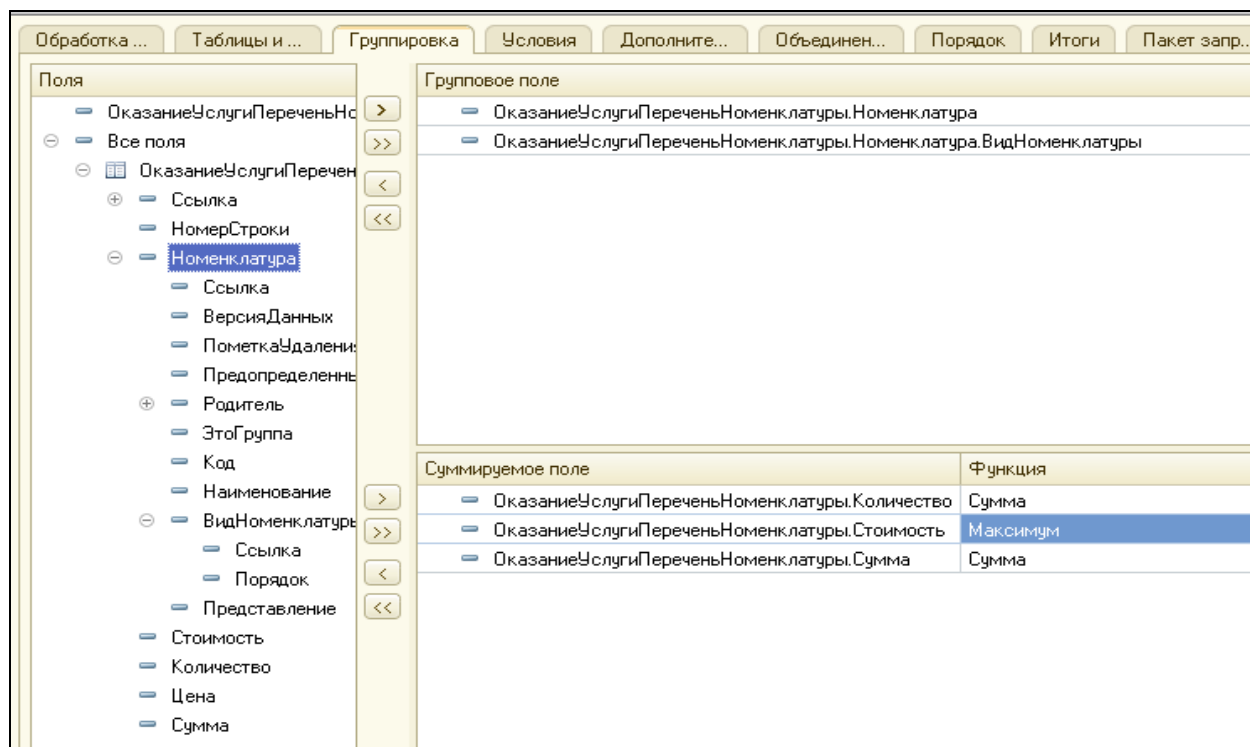

Рисунок 5.3. Группировка строк таблицы документа
6. Учитывая, что в табличной части документа одна и та же номенклатура может встречаться несколько раз, произведем группировку. Перейти на закладку **Группировка**. Сгруппируем записи по полям **Номенклатура**, **Номенклатура-ВидНоменклатуры**. Рассчитать сумму значений для полей **Количество**, **Сумма**. Выделить указанные поля и поместить их в область **Групповое поле** и **Суммируемое поле** кнопкой, помеченной как правая угловая скобка. Добавить в область суммируемых полей поле **Стоимость**. Установим этому полю функцию **Максимум**. Эту функцию используем для того, чтобы из нескольких стоимостей одного и того же материала выбирался материал с большей стоимостью (рис. 5.3).